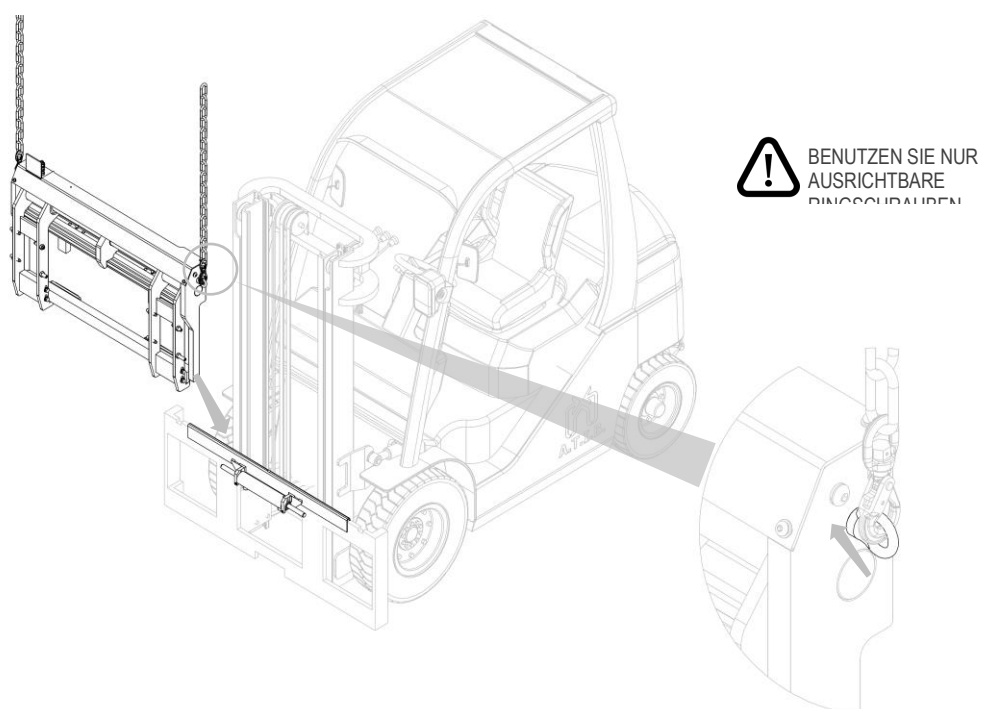

Abbildung 4
6. Zum Bewegen dürfen ausschließlich ausrichtbare Ringschrauben genommen werden, die in die Seitenbohrungen geschraubt werden (siehe Detail *Abbildung 4*).
7. Schlagen Sie das Gerät an den Ringschrauben an und bringen Sie es mit einem Brückenkran oder Flaschenzug mit ausreichender Tragfähigkeit am Doppelhaken an, achten Sie auf die korrekte Positionierung (siehe *Abbildung 4*).